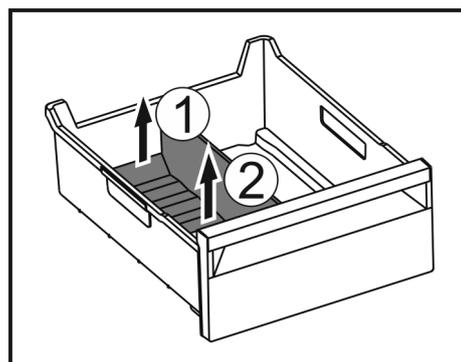

Fig. 157
- Soulever la partie arrière du séparateur de congélateur. Fig. 157 (1)
- Retirer le séparateur de congélateur par le haut. Fig. 157 (2)